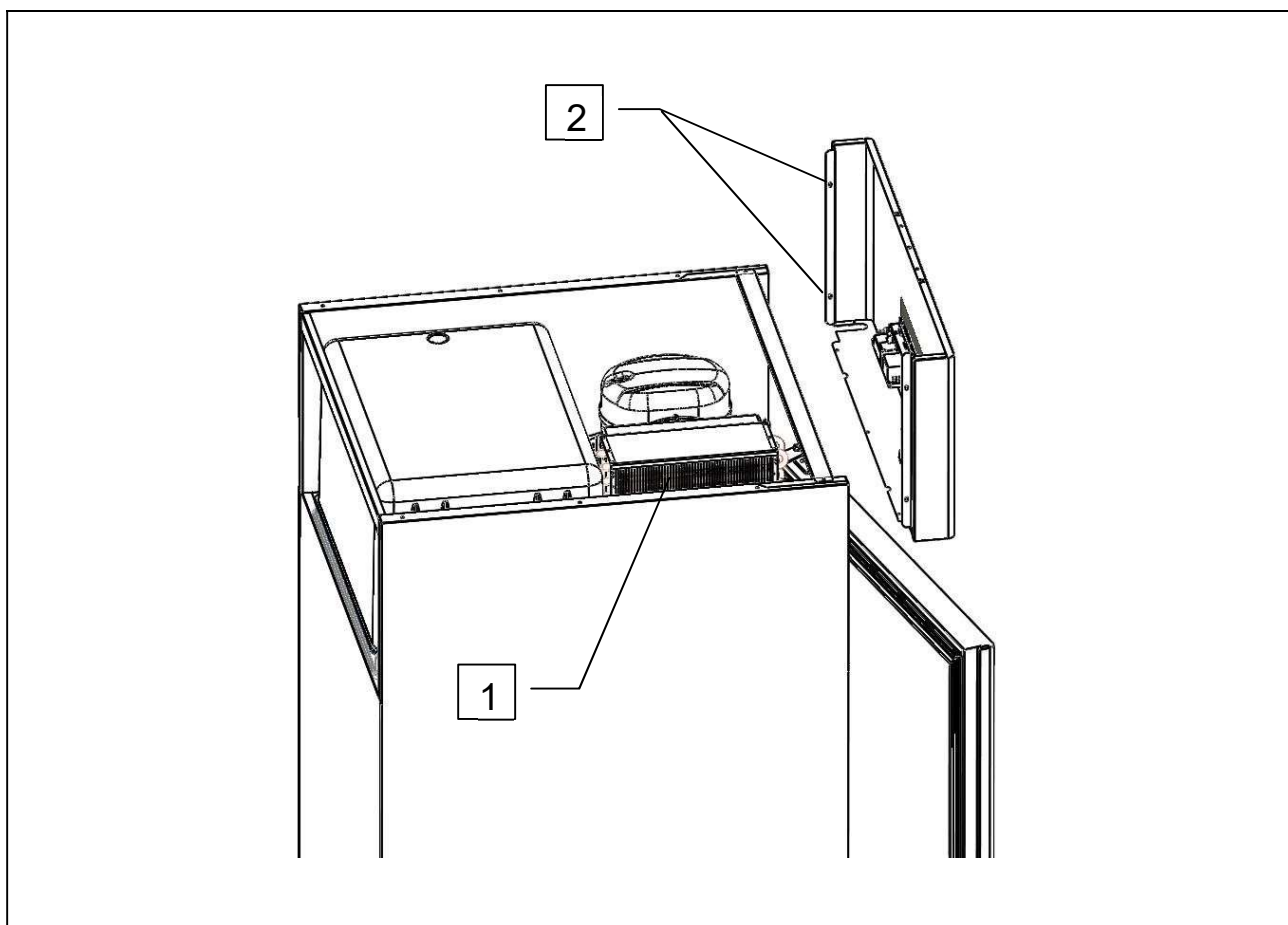

Fig. 9
För att maskinen ska fungera korrekt och effektivt måste luftkondensorn (ref. 1 fig. 9) hållas ren så luften kan cirkulera fritt. Denna åtgärd bör utföras var 60:e dag. Ta bort kontrollpanelen genom att lossa skruvarna (ref. 2 och 3 fig. 9). Använd en borste av icke-metalliskt material och avlägsna allt damm och skräp från bladen. Använd gärna dammsugare för att undvika att det flyger omkring damm i luften. För att ta bort fet smuts kan du använda en borste doppad i sprit. **SKRAPA INTE YTORN MED VASSA ELLER NÖTANDE FÖREMÅL**